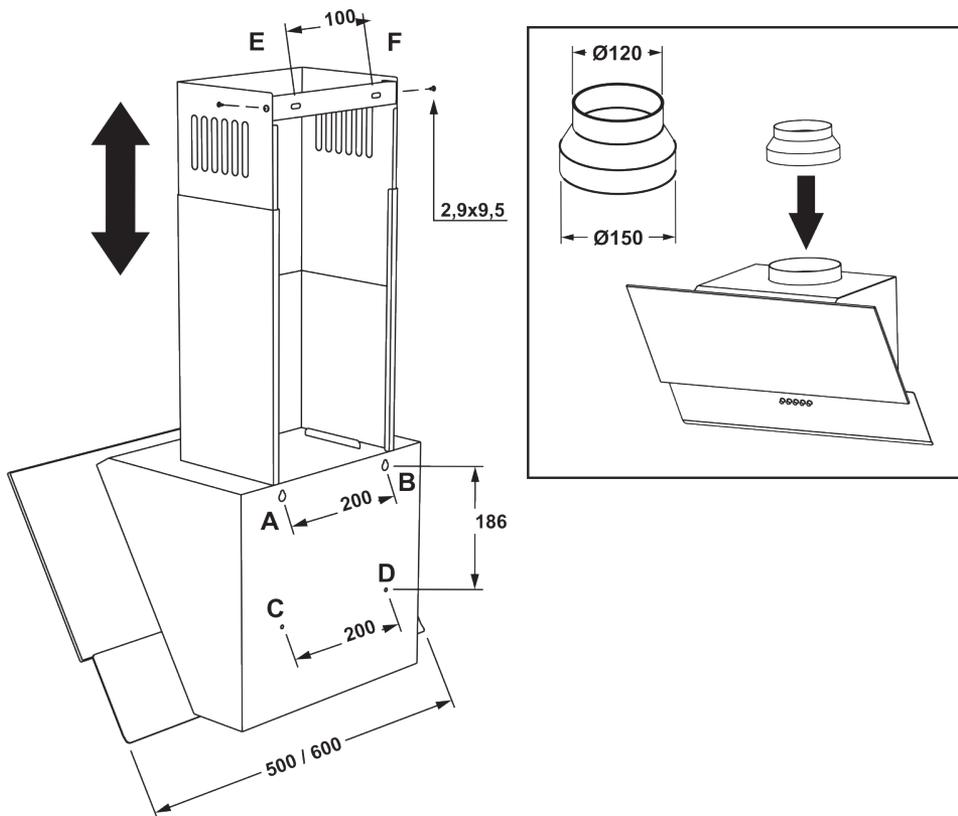

Рис. 4
6.4 Проведите разметку крепежных отверстий корпуса на стене кухни. Для этого изготовьте бумажный шаблон с координатами 4-х отверстий на задней стенке корпуса (точки А, В, С, D див. схема монтажу); приложите шаблон к стене на необходимой высоте, указанной ранее, и выровняйте по уровню (рис.4).
6.10 Установите телескопический кожух дымохода на корпусе вытяжки. Поднимите верхнюю панель кожуха с планкой под потолок, чтобы он закрывал воздуховод вентиляции, и разметьте по пазам планки 2 отверстия под крепление (точки Е, F) рис.4.
6.14 Установите внешнюю панель кожуха дымохода в пазы на корпусе вытяжки, а внутреннюю – поднимите вверх до совмещения отверстий крепления с планкой и соедините с боков 2-ма шурупами ПКГ 2,9x9,5 (рис.4).